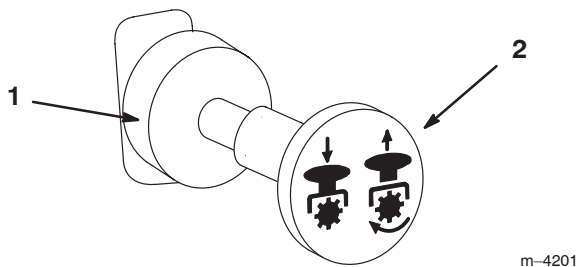

Figure 15
3. Tirez sur la commande de prise de force (PDF) pour l'engager (Fig. 15).
Repoussez la commande de PDF pour la désengager (Fig. 15).